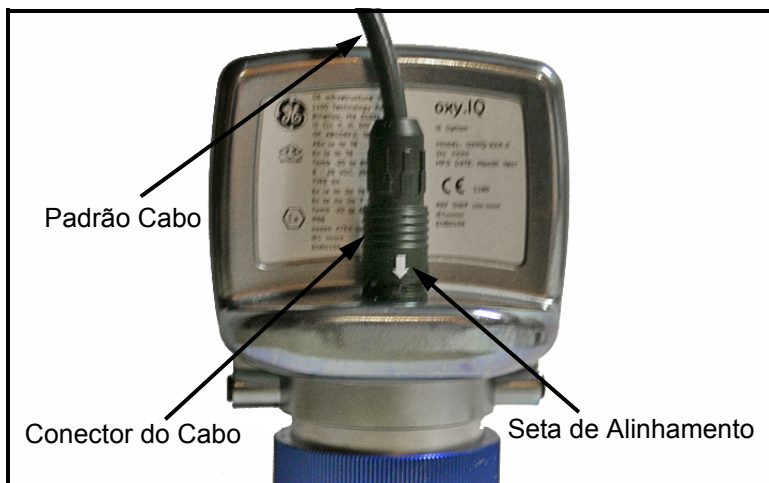

Figura 5: Cabo e Conector do oxy.IQ
1. Conecte o cabo apropriado ao oxy.IQ (ver *Figura 5* abaixo).